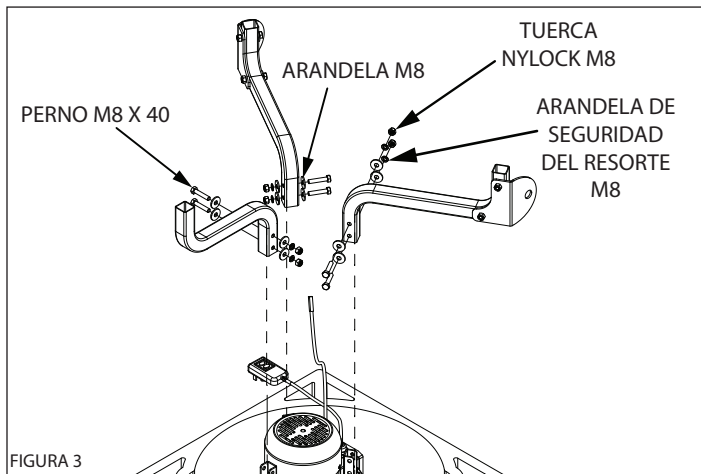

FIGURA 3
5. Monte las patas en el conjunto de engranaje-motor y bandeja de plumas. **(CONSULTE LA FIGURA 3)**
NOTA: Cada pata es única y no es intercambiable. Las patas largas con los soportes del eje adjuntos deben montarse de modo que los soportes del eje estén paralelos entre sí. (CONSULTE LA FIGURA 3)